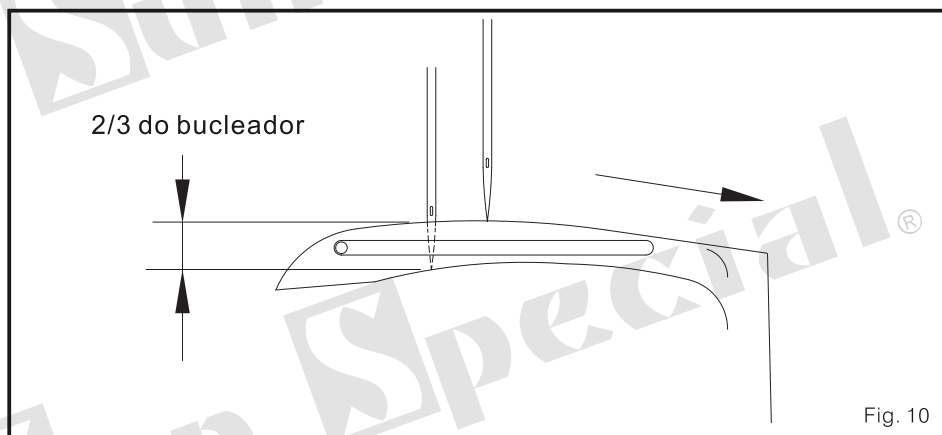

Fig. 10
(1) 2-agulhas: A extremidade da agulha esquerda isto a 2/3 do calçador. (Fig. 10)